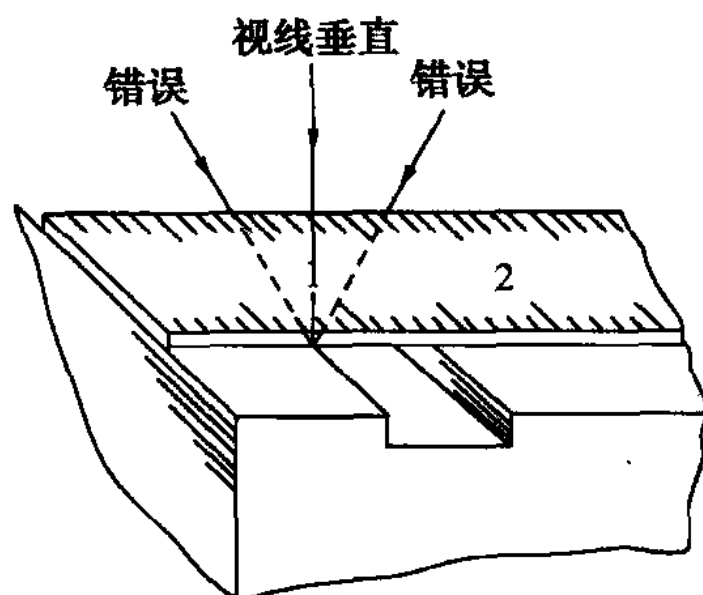

图 1-2 钢直尺的读数方法示意图
(1) 用途 钢直尺是一种有刻度的标尺,可直接测量物体的尺寸。
(2) 规格 钢直尺多用不锈钢薄板制作,常用规格有 150mm、300mm、500mm、1000mm 等。
(3) 使用方法 钢直尺的读数方法如图 1-2 所示。